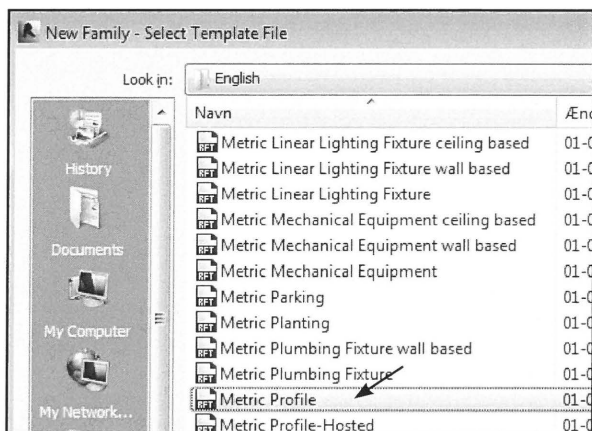

Fig. 03.02. Find *Metric Profile* på listen.
- Find *Metric Profile* på listen og klik *OK* (Fig. 03.02).